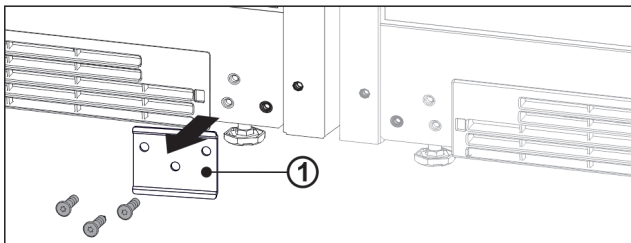

Fig. 13
- ▶ Wenn das Blech *Fig. 13 (1)* verbaut ist, Blech abschrauben.